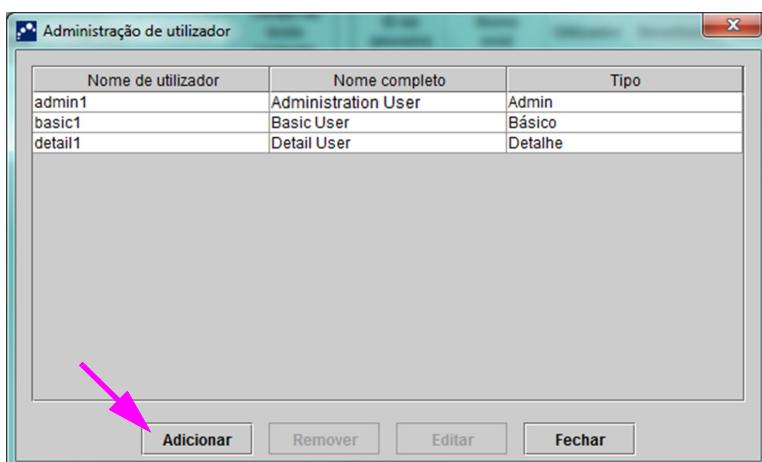
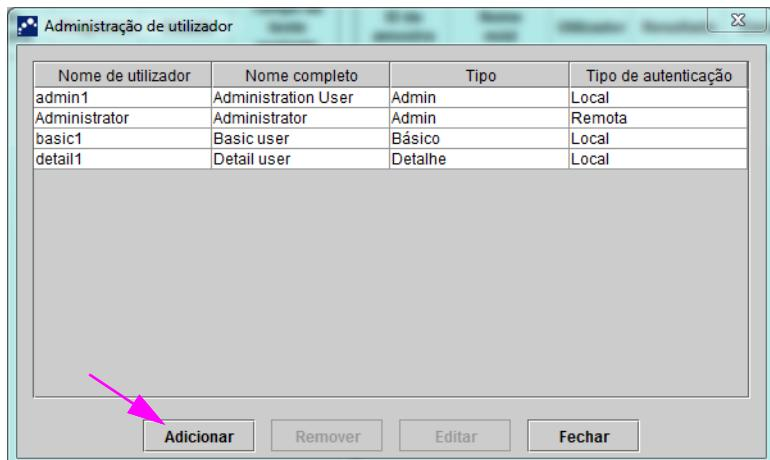

Figura 2-70. Caixa de diálogo Administração de utilizador
Figura 2-71. Caixa de diálogo Utilizador para Utilizador remoto
2. Na janela do sistema GeneXpert Dx (ver figura 2-55), no menu **Configuração**, clique em **Administração de utilizadores**. É apresentada a caixa de diálogo Administração de utilizador. Ver figura 2-70 se adicionar um utilizador local ou ver figura 2-71 se adicionar um utilizador LDAP remoto.
1. Na janela GeneXpert Dx System (consulte a figura 2-55), no menu Configuração, clique em **Administração de utilizador**. É apresentada a caixa de diálogo Administração de utilizador. Consulte a figura 2-70.